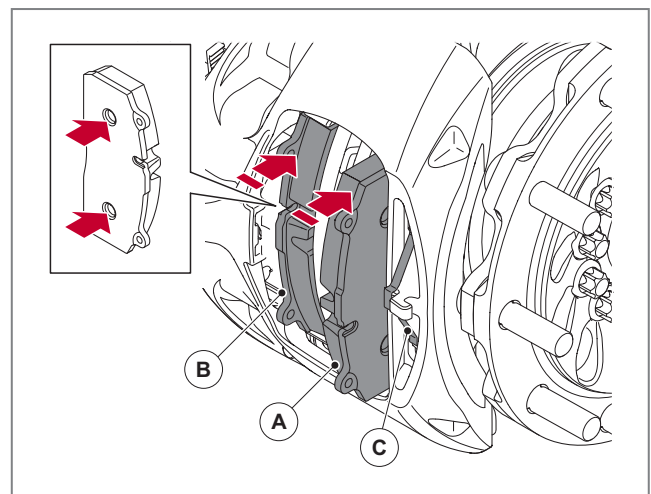

Abb. 40 - Bremsbeläge installieren
3. Installieren Sie zunächst den inneren Bremsbelag (B) in den Bremsträger. Beachten Sie, dass der innere Bremsbelag an zwei Punkten mit der Druckplatte korrespondiert, *siehe* ► *Abb. 40*. Montieren Sie anschließend den äußeren Bremsbelag (A).
5. Installieren Sie eine neue Federarretierung (C) am Bremssattel und stellen Sie sicher, dass sie ordnungsgemäß positioniert ist.